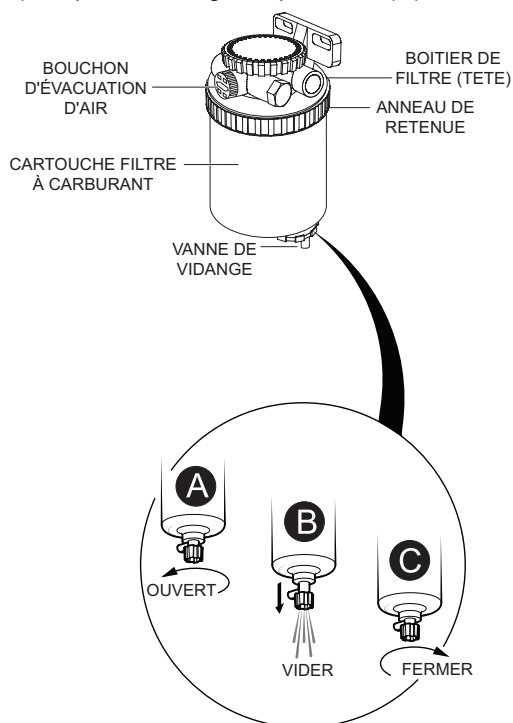

Figure 57. Vidange du filtre à carburant
Inspectez **quotidiennement** le filtre à carburant. Si le filtre à carburant (Figure 57) a recueilli une quantité importante d'eau et de sédiments au fond du gobelet, il doit être vidé immédiatement.
1. Desserrez le bouchon de purge d'air (Figure 57) sur le corps du filtre à carburant.
2. Pour décharger le carburant à l'intérieur du filtre à carburant, **OUVREZ** le robinet de vidange du filtre à carburant en tournant le bouton dans le **sens inverse des aiguilles d'une montre (A)** d'environ 3-1/2 tours jusqu'à ce que le robinet descende de 1 pouce (25,4 mm) et que la vidange se produise (**B**).